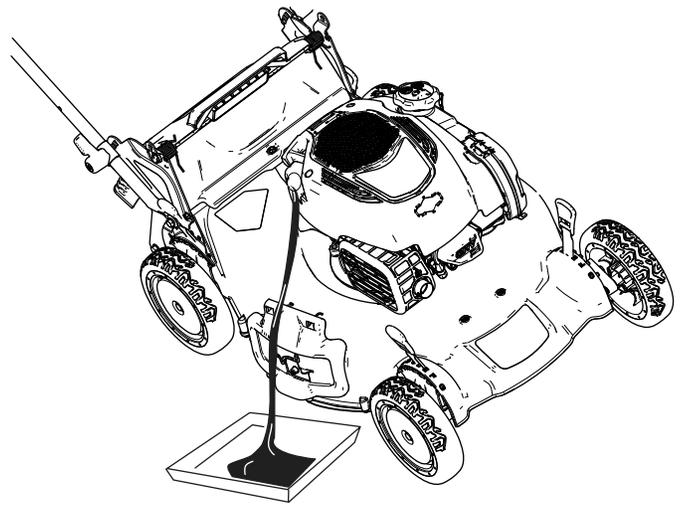

Рисунок 34
4. Для слива отработанного масла через маслозаливную горловину переверните машину набок (чтобы воздушный фильтр был сверху) (Рисунок 34).